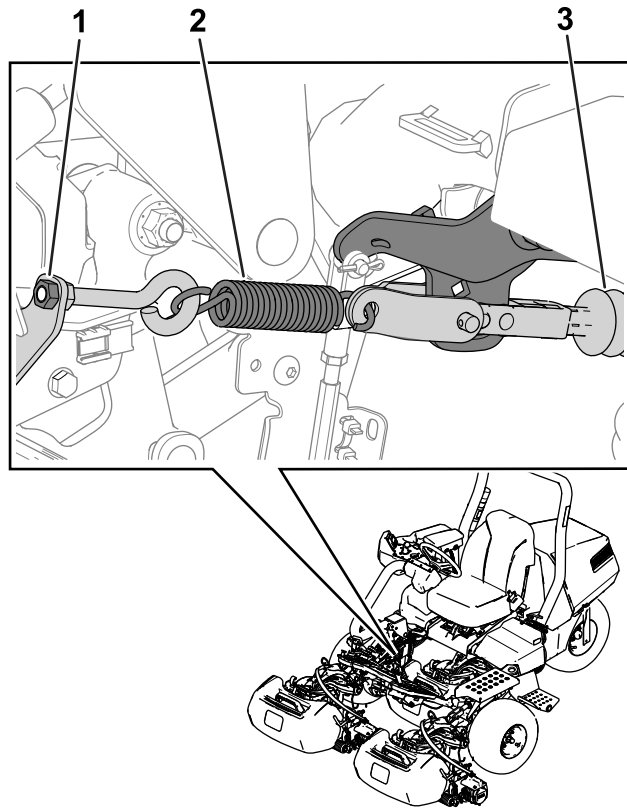

Figure 2
1. Détendez le ressort de l'actionneur de frein en desserrant l'écrou (Figure 2) qui fixe le boulon à œil au support du ressort.